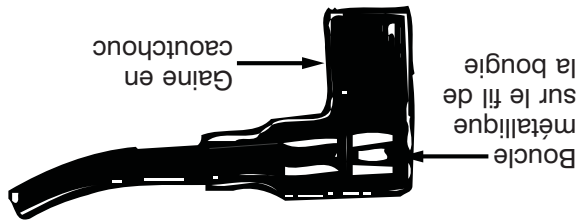

Figure 11
- Branchez le fil de la bougie sur cette dernière. Si une gaine en caoutchouc recouvre l'extrémité du fil de la bougie, assurez-vous que la boucle métallique, au bout du fil de la bougie (dans la gaine en caoutchouc), est bien fixée sur l'embout métallique de la bougie. Voir la Figure 11.